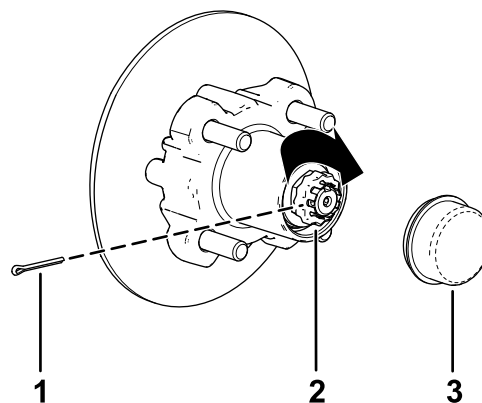

Рисунок 36
- Установите держатель поверх гайки и проверьте совмещение паза в держателе с отверстием в оси под шплинт (Рисунок 36).
- Установите шплинт и загните обе лапки вокруг держателя (Рисунок 36).
- Установите пылезащитную крышку на ступицу (Рисунок 36).